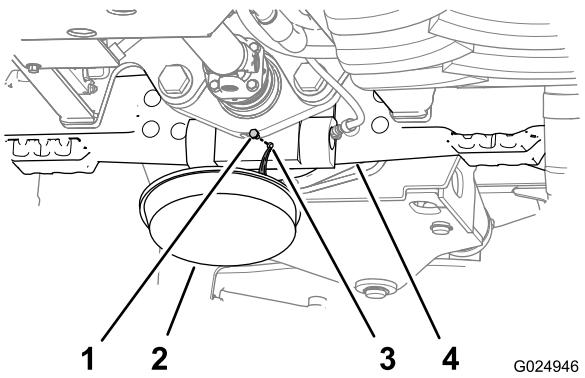
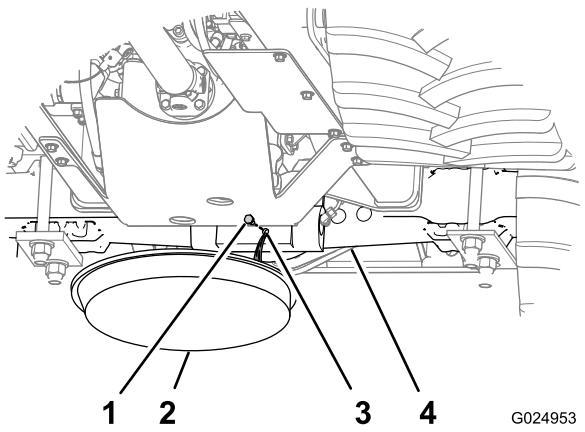

Рисунок 88
Рисунок 89
- Поместите сливной поддон под картер ведущей шестерни моста (Рисунок 88 и Рисунок 89).
- Отверните пробки смотрового и сливного отверстий в картерах ведущих шестерен мостов (Рисунок 88 и Рисунок 89).